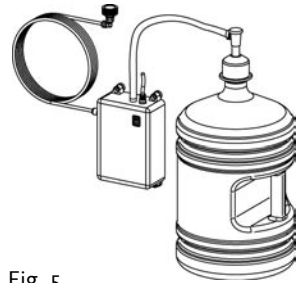

Fig. 5
3.2.3 Kit pour pompe autonome (fig. 5)